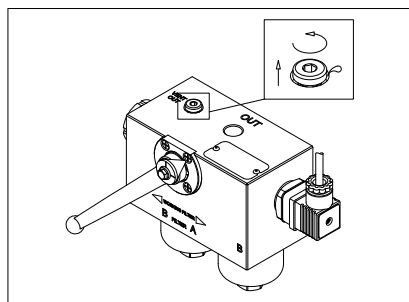

fig. 27
- (Fig. 27) Far fuoriuscire l'aria dall'impianto attraverso il tappo "Vent OUT" allentato di un giro al massimo, finché il fluido di lavoro non inizia a trafilare